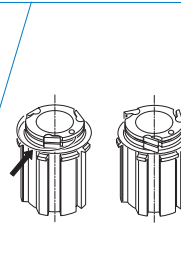

Fig. 87
• Una volta installata la molla i cricchetti si alzeranno (Fig. 87).
• Once the spring is installed, the pawls will be raised (Fig. 87).
• Sobald die Feder eingeführt ist heben sich die Klinken (Abb. 87).
• Une fois le ressort installé, les cliquets se soulèvent (Fig. 87).
• Una vez que se haya instalado el muelle, las carracas se alzarán (Fig. 87).
• Als de veer is gemonteerd, zullen de pallen omhoog komen (fig. 87).